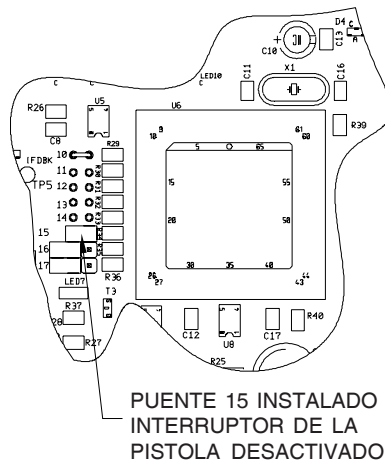

Figura 17: Ubicación del puente - Bloqueo del interruptor del aplicador
2. Coloque el puente entre las 2 (dos) clavijas en la ubicación 15 en la placa principal de CI (vea la Figura 17).